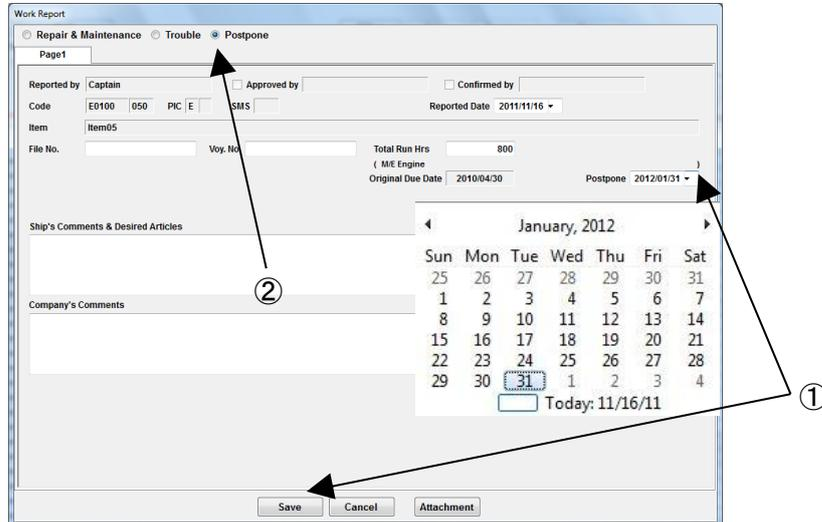

図 6-7 Work Report 画面
- (1) “Work Report”画面(図 6-7)で、[Postpone]を選択してください。
- (2) [Postpone]欄に延伸日を入力してください。